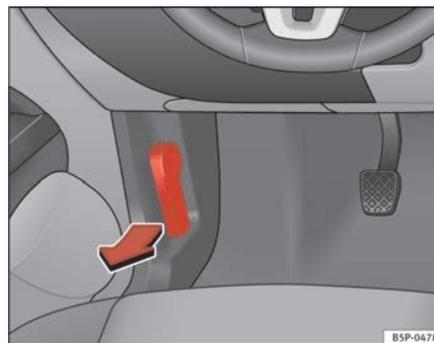

Fig. 154 Detalle de la zona reposapiés del lado del conductor: palanca para el desbloqueo del capó del motor.
- Tire de la palanca que se encuentra bajo el tablero de instrumentos ⇒ página 230, fig. 154 en el sentido que indica la flecha. El capó queda desbloqueado por la acción resorte del muelle ⇒ .